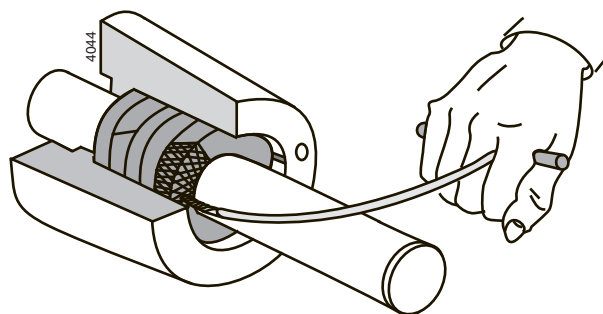

图 20: 使用填料拆卸器拆除填料环。
- 为了拆除旧的填料环, 您的供应商可能会提供一种特殊的填料拆卸器。请参阅 图 20。